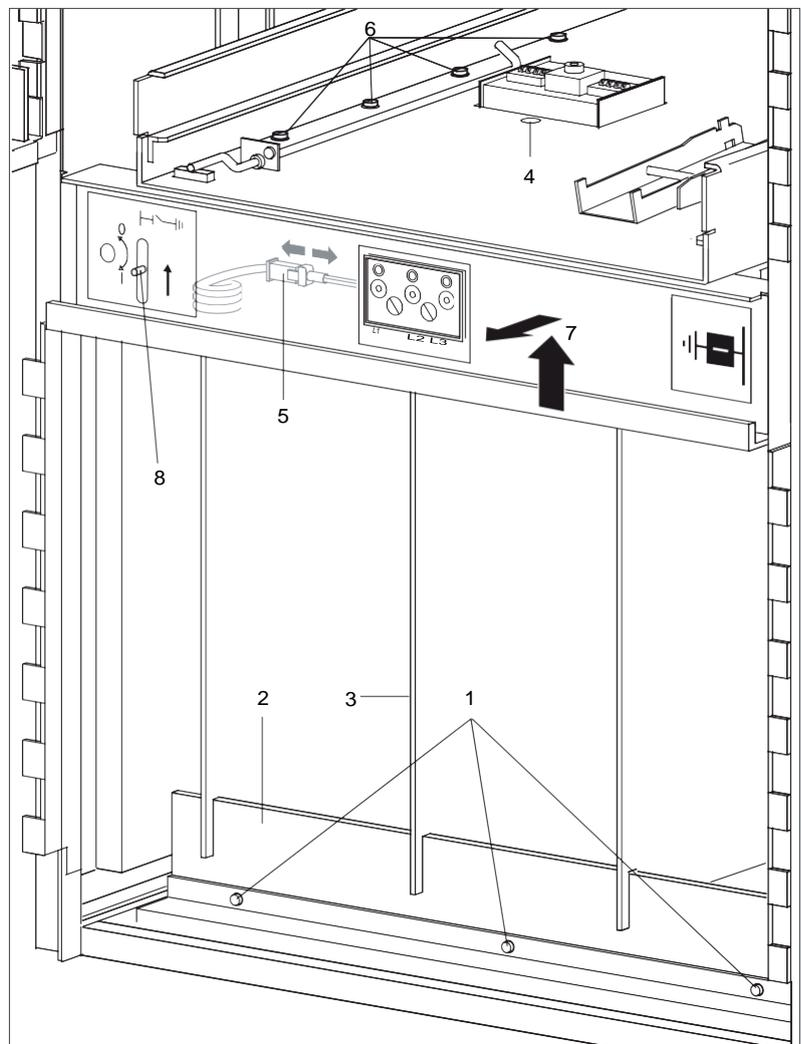

Fig. 4.2
- Dévisser les 3 vis de fixation (Fig. 4.2, 1) du support (2).
- Enlever le support (2) et retirer les quatre parois isolantes (3).
- Démontez le bloc de l'interrupteur auxiliaire pour le tiroir (4) et déposer prudemment dans le compartiment de raccordement de câble.
- Si la cellule est munie d'un système d'affichage de tension : Détacher la connexion enfichable de l'appareil (5).
- Retirer les vis de fixation du porte-tiroir (6).
- Soulever tout d'abord le porte-tiroir à l'avant, puis le retirer (7).
Remonter le porte-tiroir et les composants démontés dans l'ordre inverse. En vissant le porte-tiroir, veiller à ce que la tirette (Fig. 4.2, rep. 8) pour ouvrir le trou d'insertion soit facile à manoeuvrer. Si nécessaire, dévisser les vis et repositionner le porte-tiroir.